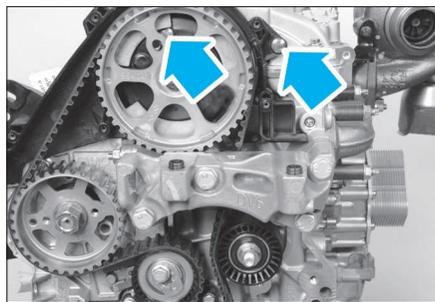

FIG. 51
- les deux vis de fixation du carter de distribution (Fig.51).